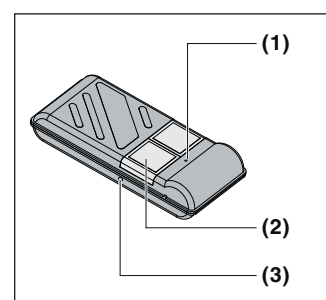

Fig. 1
2 Gerätebeschreibung (Fig. 1)
4.2 Den Handsender verwenden (Fig. 1)
- ▶ Die Taste (2) am Handsender drücken. Die mit der Taste verbundene Funktion (z. B. Tor auf/zu) wird ausgeführt.